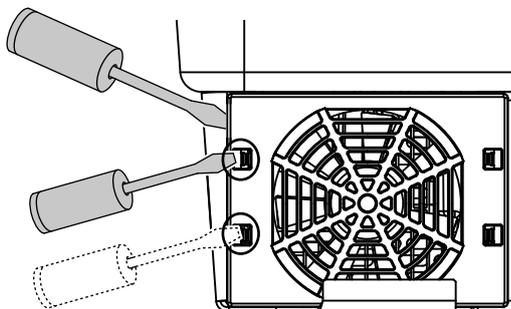

Fig. 64: Togliere le linguette di fissaggio
3. Con un secondo cacciavite premere le linguette di fissaggio verso il centro della ventola. Sollevare leggermente il gruppo ventola.  **Fig. 64**